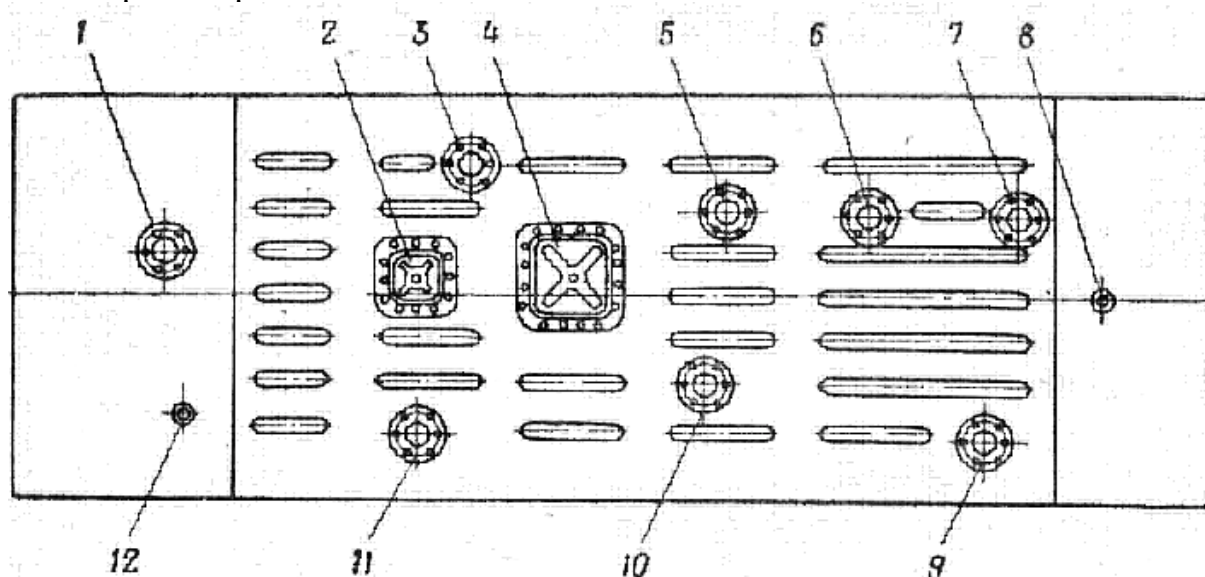

Рис. 5. Днище рамы с люками (с наружной стороны):
2. Отвернуть болты крепления крышек люков к днищу корпуса и снять крышки люков под каждой группой топливных баков (рис. 5).
2. Снять крышки люков под каждой группой топливных баков (рис. 5).
1. Отвернуть болты крепления крышек люков к днищу корпуса и снять крышки люков под каждой группой топливных баков (рис. 5).